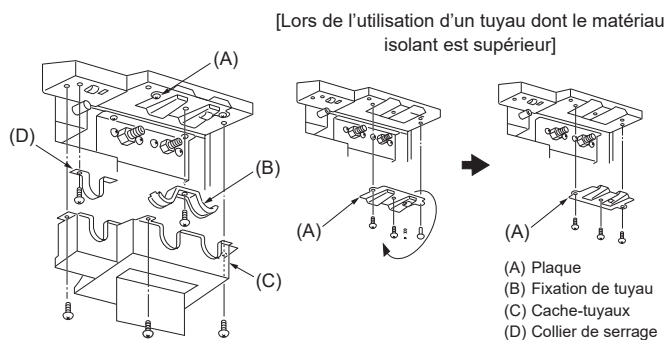

Fig. 4-1
4.1. Retrait du cache-tuyaux (Fig. 4-1)